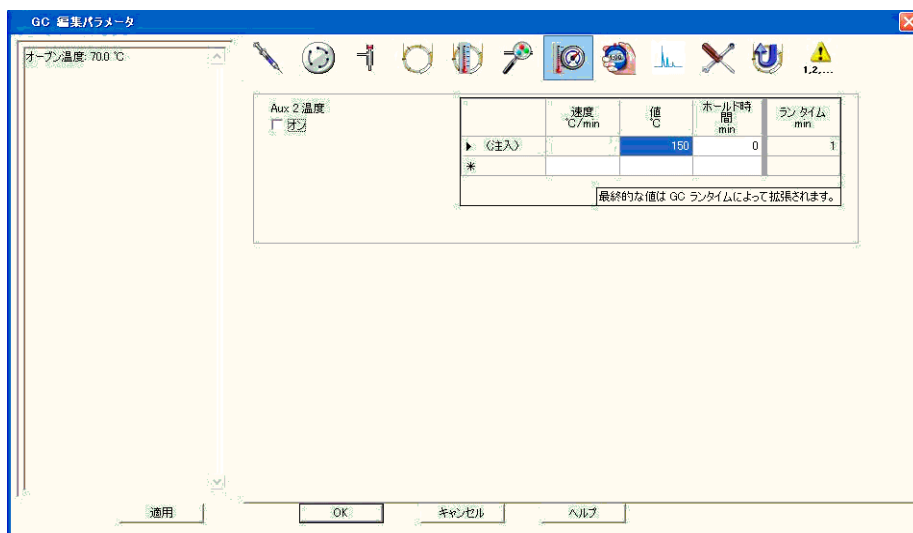

図 16 インターフェイス温度の設定
- 3 [Aux] をクリックしてインターフェイスの温度を変更します (図 16)。